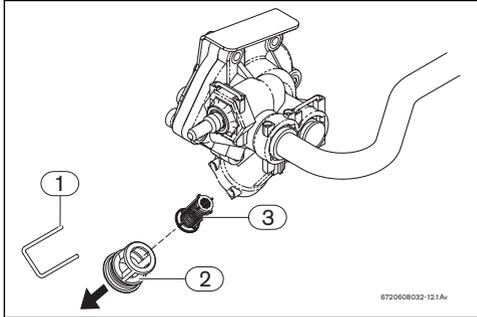

Fig. 23 Ubicación del tapón de drenaje y filtro
- ▶ Retire el sujetador de retención del casquillo roscado (Fig. 23, [1]).
- ▶ Retire de la válvula de agua el casquillo roscado (Fig. 23, [2]).
Cierre la válvula de aislamiento de agua fría que da al calentador suministrada por el instalador. Si no hay ninguna instalada, instélaela antes de proseguir. Abra la llave de agua caliente más cercana para drenar las tuberías. Coloque un balde debajo del conjunto de la válvula de agua del calentador para recibir toda el agua que pueda drenarse de la unidad. Retire el sujetador de retención del filtro situado en la base de la válvula de agua (vea la Fig. 23). Retire el casquillo roscado para tener acceso al filtro cilíndrico situado en el interior. Retire el filtro, límpielo con agua e inspecciónelo para ver si está dañado. Si el filtro está dañado de cualquier forma, debe ser reemplazado.